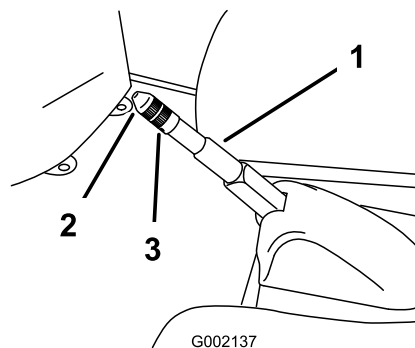

Figura 38
2. Allentate la vite a pressione che fissa la manopola alla leva del freno di stazionamento (Figura 38).